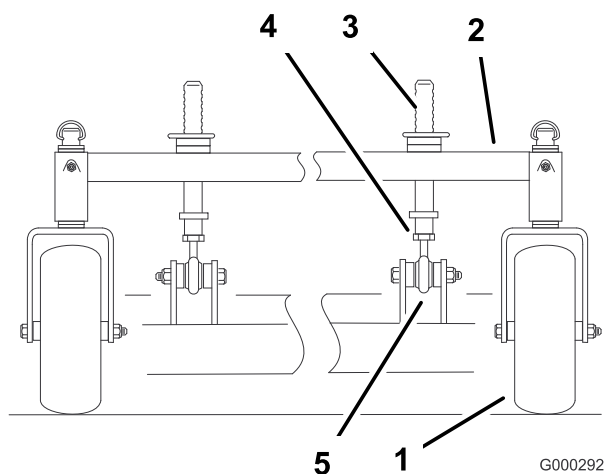

Figure 67
1. Vous pouvez régler les montants de hauteur de coupe avant pour modifier l'inclinaison avant/arrière (Figure 67).
2. Pour élever l'avant du tablier de coupe, desserrez le contre-écrou et tournez la goupille avant dans le sens horaire (Figure 67).
3. Pour abaisser l'avant du tablier de coupe, desserrez le contre-écrou et tournez la goupille avant dans le sens antihoraire (Figure 67)
6. Resserrez les écrous de blocage (Figure 67).